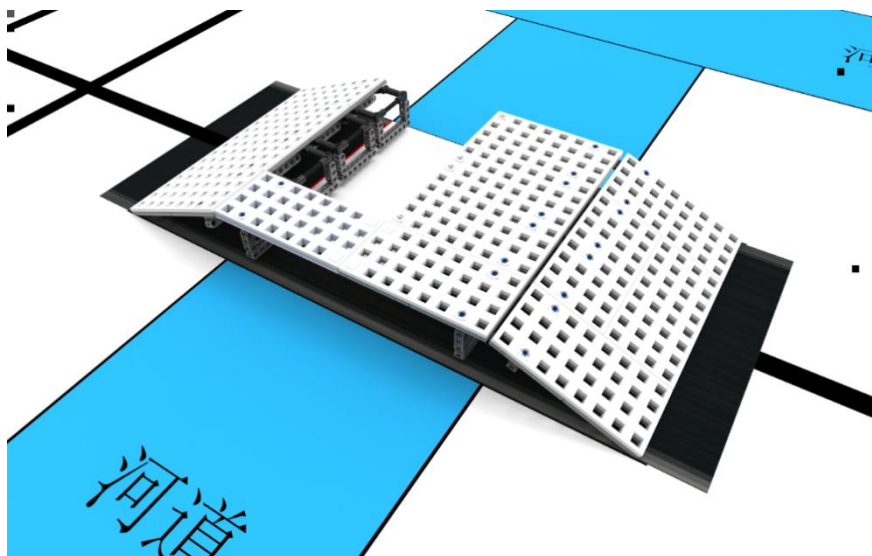

图 6 报废桥梁
E. 报废桥梁：73.5cm×32cm 的长方形区域，区域内放置由平板搭建的桥，桥是破损的，机器人可将桥修补，如图 6 所示。